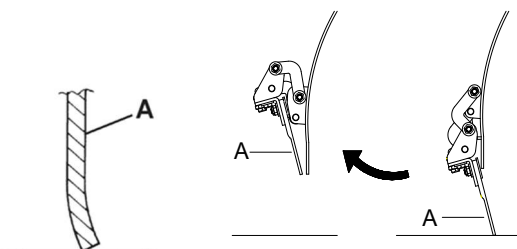

Figura 36
- Lama frontală (A, Figura 36) atinge ușor solul.
12. Apăsăți pedala cu clapă și verificați dacă lama frontală (A, Figura 36) este ridicată; apoi eliberați pedala și verificați dacă lama nu rămâne într-o poziție intermediară, ci revine la poziția inițială. Dacă este necesar, pentru reglarea sau înlocuirea cablului de control al lamei frontale, consultați manualul de service.